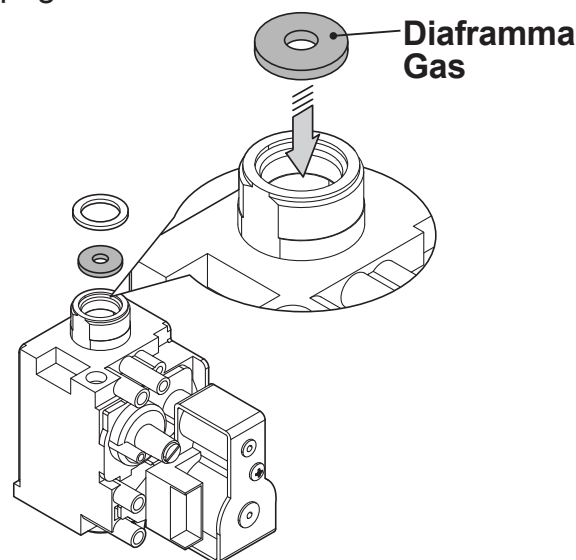

Figura 13.2
- Eseguire la trasformazione del tipo di gas sostituendo correttamente il diaframma gas (Figura 13.2), facendo riferimento alla sezione "Dati tecnici M270V.2025 HM" a pag. 30.